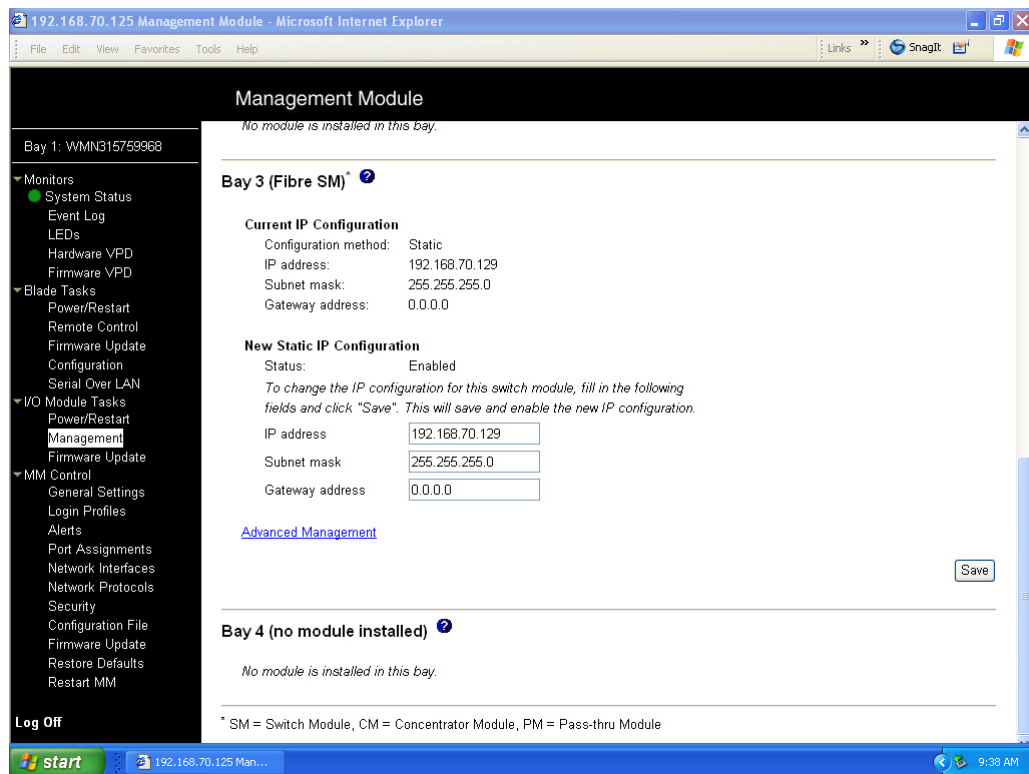

Figure 12. Exemple de description du module de commutation 3 dans la fenêtre Switch Management.
5. Cliquez sur le lien Switch Module 3 ou Switch Module 4. La fenêtre qui s'ouvre est similaire à celle de la Figure 12, page 25.